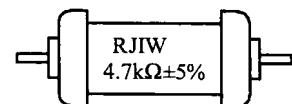

图 2.3 电阻值的直标法
(3) 标志方法。由于电阻表面积有限，以及用户对参数的关心程度不同，对于  $1/8 \sim 1/2 \text{ W}$  的小功率电阻，通常只将电阻标称值和允许偏差标注于电阻体上。电阻的参数标志方法有 3 种，即直标法、色标法、文字符号和数标法。
① 直标法。将电阻器的主要参数直接印制在电阻体表面上，如图 2.3 所示。如果未标出阻值单位，则阻值单位为  $\Omega$ 。如果未标出允许偏差，则允许偏差为  $\pm 20\%$ 。
② 文字符号法。用阿拉伯数字和文字符号的有规律的组合来表示电阻阻值和允许偏差的方法称为文字符号法，基本标注单位为  $\Omega$ 。随着电子工艺的发展，大批量生产的时候，电阻